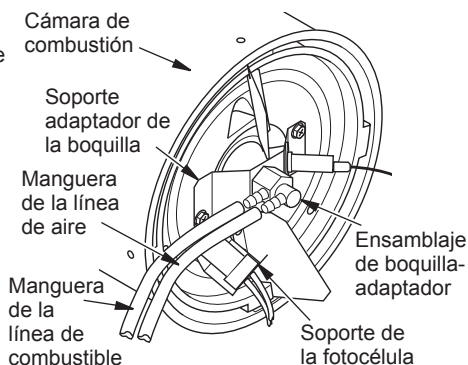
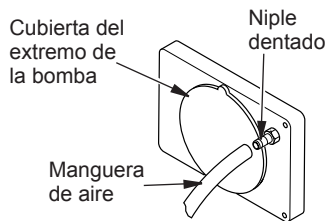

Figura 15 - Desmontaje de las mangueras de las líneas de aire y combustible
Figura 18 - Manguera de aire al niple dentado
3. Retire las mangueras de las líneas de aire y combustible del ensamblaje de la boquilla (consulte las figura 15).
- Inspeccione las mangueras de las líneas de combustible y aire en busca de rajaduras u orificios. Si la manguera de la línea de combustible está dañada, desconéctela del adaptador de la boquilla (consulte las figura 15 de la página 14) y del filtro de combustible (consulte Filtro de combustible, página 13). Si la manguera de la línea de aire está dañada, desconéctela del adaptador de la boquilla (consulte la figura 15 de la página 14) y del niple dentado en la cubierta del extremo de la bomba (consulte la figura 18).
- Instale la nueva línea de aire o de combustible. Fije un extremo de la manguera de la línea de aire al niple dentado en la cubierta del extremo de la bomba (consulte la figura 18) y el otro extremo al adaptador de la boquilla (consulte las figura 15 de la página 14). Conecte un extremo de la manguera de la línea de combustible al filtro de combustible (consulte Filtro de combustible, página 13) y el otro extremo al adaptador de la boquilla (consulte las figura 15 de la página 14).
Nota: Acomode las mangueras como se muestra en las figura 15 de la página 14, según sea el modelo. Las mangueras no deben tocar el soporte de la fotocélula.